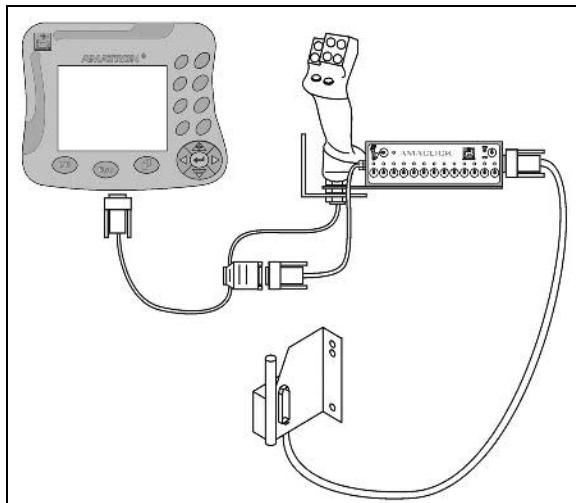

Fig. 93
- med multifunktionsspak enligt Fig. 93.